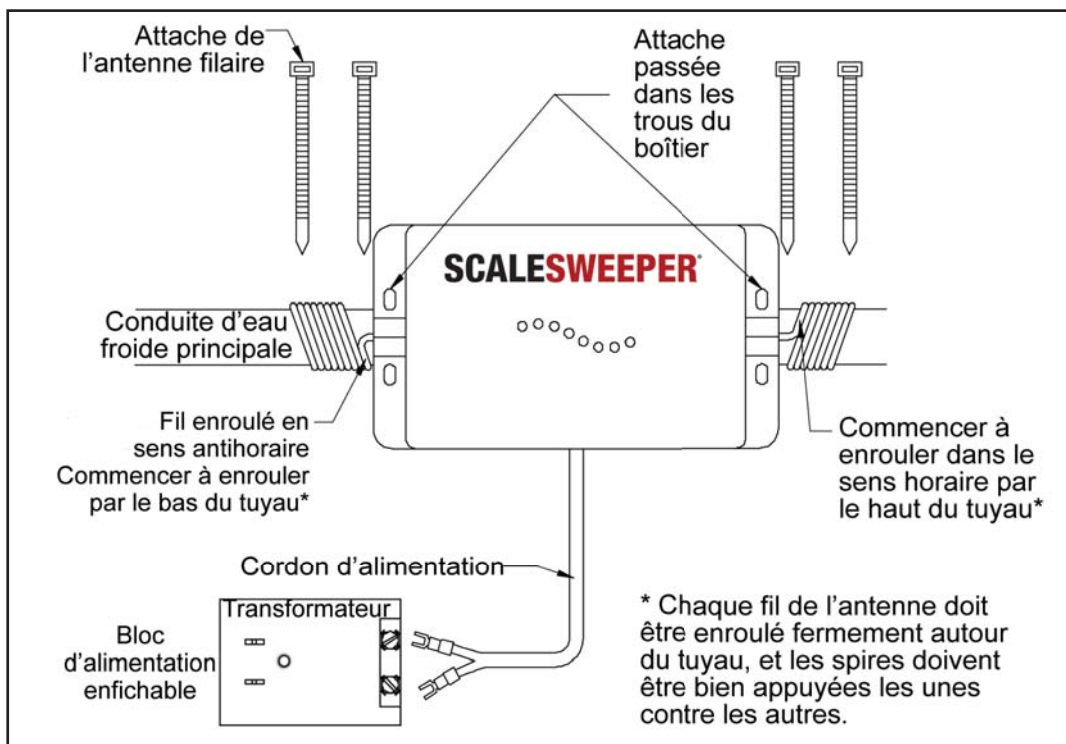

FIGURE 2
Enroulez les fils rouges des antennes autour de la conduite d'eau à chaque extrémité du SCALESWEEPER (voir la figure 2). La direction du débit d'eau n'a aucune incidence sur le fonctionnement du SCALESWEEPER et l'installation de l'antenne, mais l'une des antennes DOIT être enroulée en sens horaire, et l'autre, en sens antihoraire. Pour obtenir des résultats optimaux, enroulez étroitement le fil de l'antenne filaire au moins sept (7) fois autour du tuyau en vous assurant que les spires sont bien appuyées les unes contre les autres, comme une bobine.
Insérez les bornes du câble d'alimentation de l'appareil dans les bornes à vis du bloc d'alimentation enfichable (transformateur), puis serrez fermement. Branchez le bloc d'alimentation dans une prise murale standard à trois branches (voir la figure 2). Une fois le SCALESWEEPER sous tension, les voyants lumineux de modulation commencent à clignoter afin d'indiquer que l'appareil fonctionne correctement.
Fils d'antennes mal arrimés : Les fils d'antennes doivent être enroulés fermement autour de la conduite d'eau, et les spires doivent être serrées les unes contre les autres afin que les ondes électromagnétiques parviennent à l'eau. Si les fils sont mal arrimés, resserrez-les et fixez les attaches de nouveau. Assurez-vous que les fils d'antennes sont enroulés dans la bonne direction (voir figure 2).